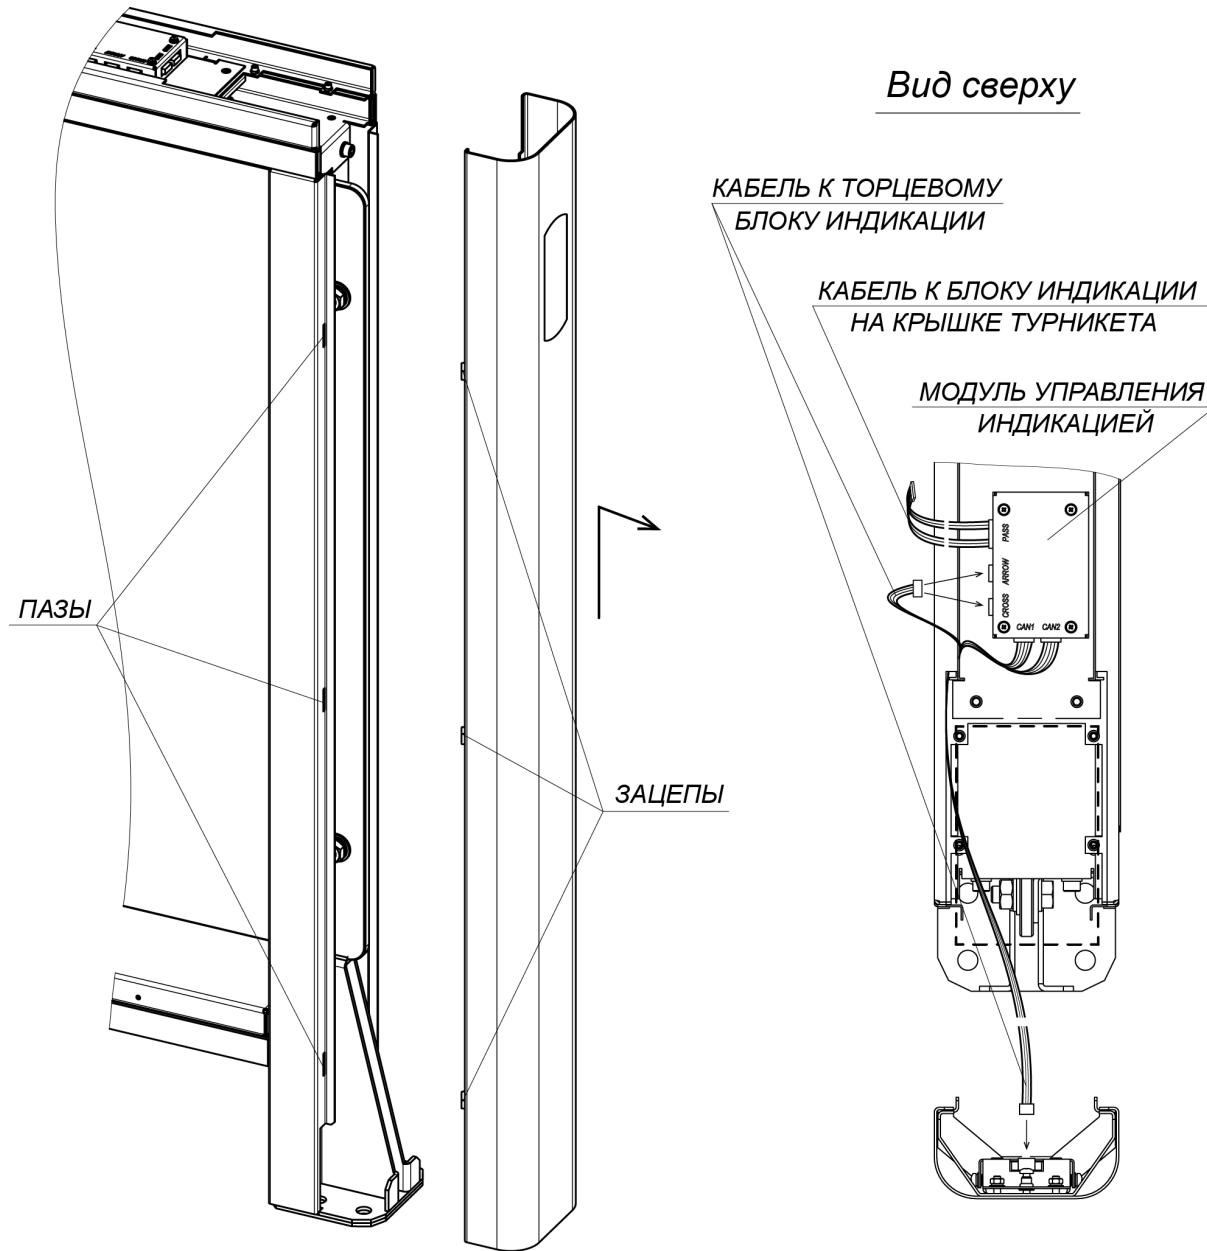

Рисунок 24. Снятие передней панели боковой стойки
25. Установите блоки индикации центральных стоек (3) (см. рис. 24, разд. 8.9.5) (взять в комплекте принадлежностей).
Для установки блока индикации центральной стойки (3) (см. рис. 24):
- Установите блок индикации на площадку, расположенную над поворотной опорой створки, и при помощи шестигранного ключа SW4 зафиксируйте его на верхнем коробе стойки (12), используя два винта $M5 \times 16$ с шайбами из комплекта поставки.
Снятие блока индикации центральной стойки производится в обратном порядке. Перед этим необходимо демонтировать с секции турникета верхнюю крышку секции (10) (см. разд. 8.9.6, рис. 24, 25, 26).